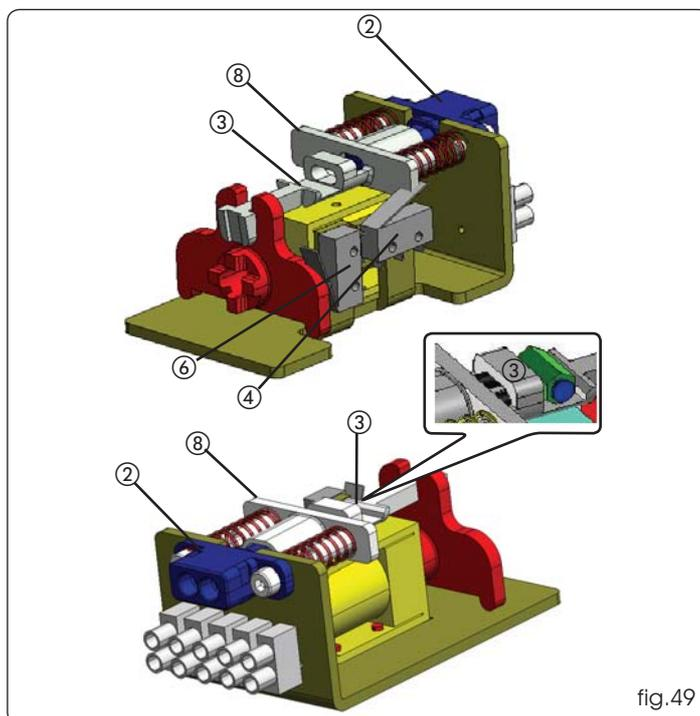

fig.49
- Faire passer le câble (fig. 49) à l'intérieur de la pièce ② en amenant la gaine en butée.
- Introduire le câble dans l'étau (fig. 49 réf. ③).
- Tirer la pièce ⑧ en butée (en comprimant les ressorts) et visser la vis de l'étau ③ en bloquant le câble en acier.
- Déverrouiller la poignée en la tournant de 90° et vérifier que le déverrouillage fonctionne. En outre, vérifier qu'en tirant la poignée, on active le micro-interrupteur d'ouverture de la porte (fig.49 réf. ④).
Installer le microinterrupteur de surveillance d'après la figure 49 réf. ⑥. Pour la connexion électrique et la programmation, voir la section relative à la platine électronique - accessoires.